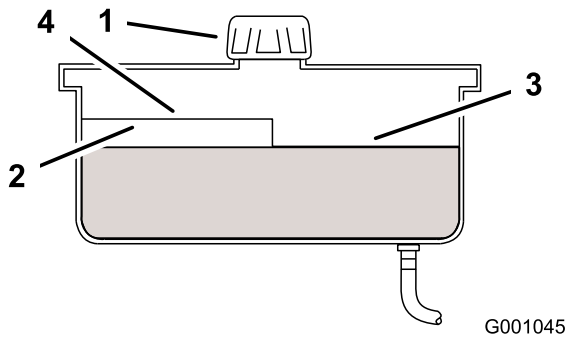

Figura 70
2. Limpie alrededor del cuello de llenado del depósito de aceite hidráulico (Figura 70).
3. Retire el tapón del cuello de llenado. Mire dentro para ver si hay aceite en el depósito (Figura 70).
Nota: El nivel de aceite debe llegar a la parte superior del nivel caliente del tabique cuando el aceite está caliente (Figura 70).